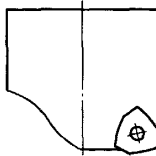

图 6
(4) 图 6 则为经过改进的弧边三刃刀片, 增加了刀尖圆弧的强度, 同时提高了刀具在超过 $a_{p\max}$ 时的适应性。坡铣角较大。